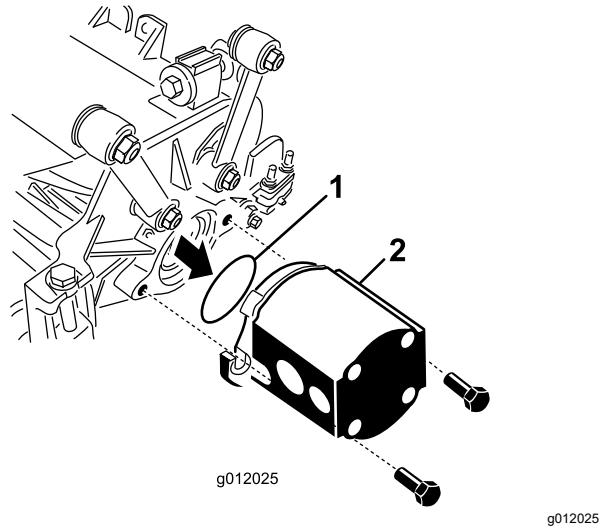

Bild 23
5. Setzen Sie den O-Ring (mit dem Mähwerk geliefert) am Flansch des Antriebsmotors ein (Bild 23).
6. Montieren Sie den Motor am Antriebsende des Mähwerks und befestigen Sie ihn mit den zwei Kopfschrauben, die dem Mähwerk beiliegen (Bild 23).